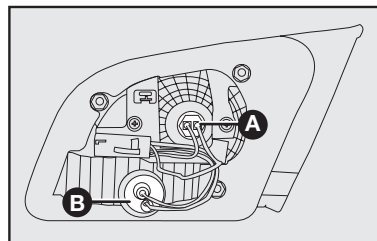

fig. 45
A-fig. 45: Luz de posición trasera.
B-fig. 45: Luz de marcha atrás.
2) Para sustituir la lámpara de la luz de posición, tire del portalámpara **A-fig. 45** y quite la lámpara fijada a presión. En seguida, sustituya la lámpara y recoloque el portalámpara.
3) Para sustituir la lámpara de la luz de marcha atrás, gire en sentido antihorario el portalámpara **B-fig. 45** y quite la lámpara fijada a presión. En seguida, sustituya la lámpara y recoloque el portalámpara, girándolo en sentido horario.
Para sustituir una lámpara del grupo de luces traseras de la carrocería **B-fig. 45**, es necesario: